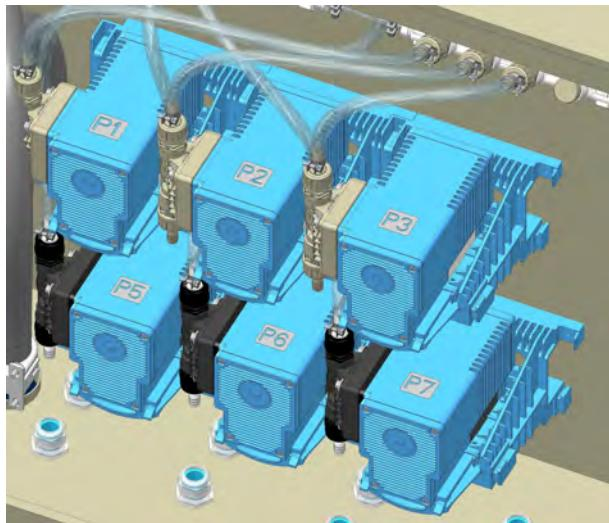

Fig. 6 : Affectations produit
- 1.** Passer les tuyaux des lances d'aspiration de produit correspondantes par les vissages de collier de fixation (Fig. 6 , repère 1).
- 2.** Brancher les tuyaux aux raccords pour flexibles correspondants (Fig. 6 , repère 2) des pompes (Fig. 6 , repère 3) avec les colliers de serrage inclus.